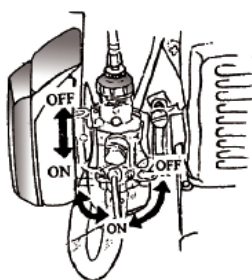

Fig. 8
b) Mettre le levier du combustible en position de démarrage (Fig .8) ;